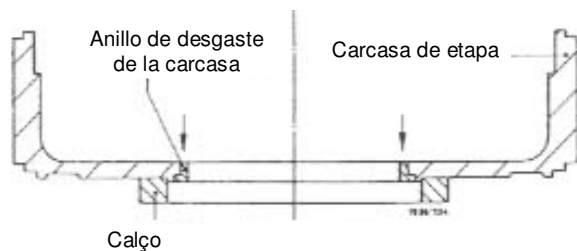

Figura 31 – Servicio de retoque del dispositivo de compensación
1. Retire el anillo de desgaste de su alojamiento teniendo cuidado de no dañar el asiento (ver la figura 31).
3. Alisar todos los rodetes (230, 231) en la región de los anillos de desgaste (503) hasta un diámetro común, en función del anillo de desgaste fuertemente marcado.
5. Alinee la carcasa de etapa (108) y la carcasa de succión (106) con el anillo de desgaste del cuerpo con el ajuste externo y use el anillo de desgaste en una máquina herramienta.